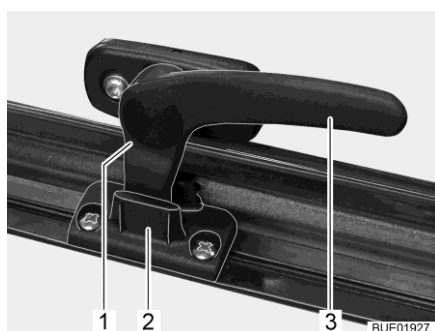

Bild 23 Låsarm i läget "kontinuerlig vädning"
- I läget "kontinuerlig vädning" (Bild 23)
- Sväng låsarmen (Bild 23,3) ett kvarts varv mot fönstrets mitt.
- Sväng låsarmen ett kvarts varv mot fönsterkarmen. Därvid måste låsspaken (Bild 23,1) föras in i spåret på fönsterlåset (Bild 23,2).